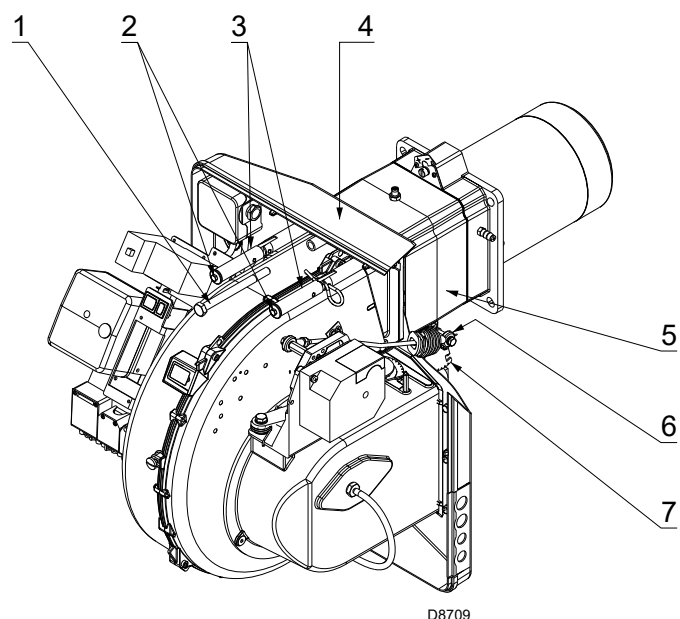

Abb. 15
Nach Beendigung der Einstellung des Flammkopfes (Abb. 15):
- den Brenner 4) auf den Führungen 3) etwa 100 mm von Muffe 5) - Brenner gezeigten Position Abb. 15 montieren;
- das Kabel des Fühlers und der Elektrode einführen sowie den Brenner bis zur in Abb. 15 gezeigten Position schieben;